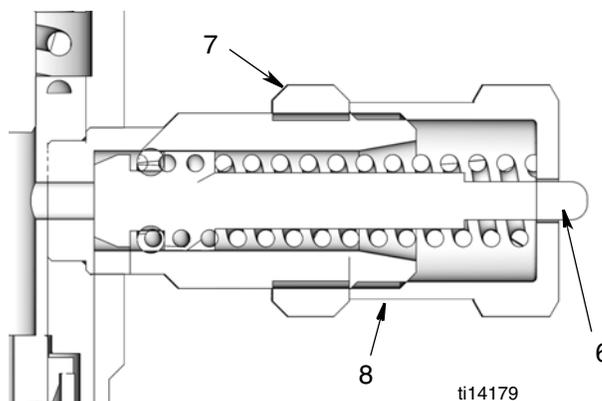

FIG. 1
Los números de referencia utilizados en las siguientes instrucciones se refieren a la FIG. 1.
Para evitar fallos de componentes, la tuerca de ajuste (8) no debe sobresalir más allá de la posición de retracción total del pistón (6). Observe la FIG. 1.